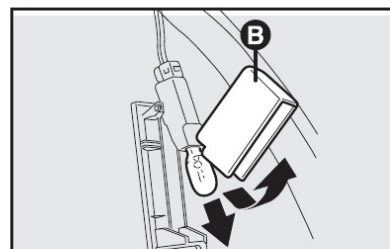

fig. 32
- abrir a proteção **B-fig. 32** e substituir a lâmpada introduzida a pressão;
- fechar a proteção **B-fig. 32** no transparente;